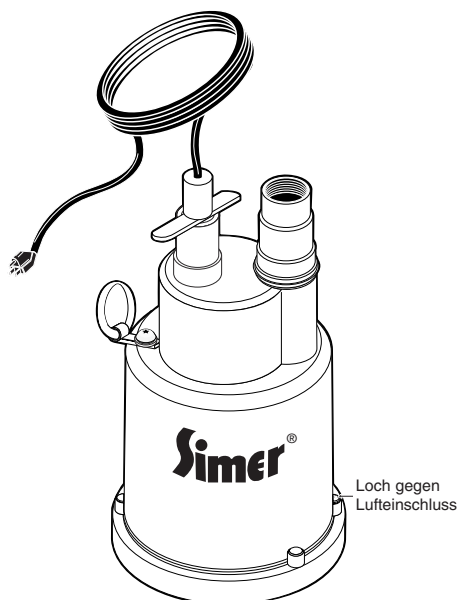

Abbildung 1
3. Diese Pumpe besitzt ein Loch gegen Lufteinschluss (siehe Abb. 1), das immer sauber gehalten werden muss.